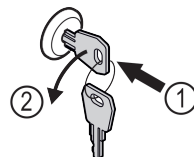

Fig. 201
- ▶ Inserire la chiave. Fig. 201 (1)
- ▶ Ruotare la chiave di 90° in senso antiorario. Fig. 201 (2)